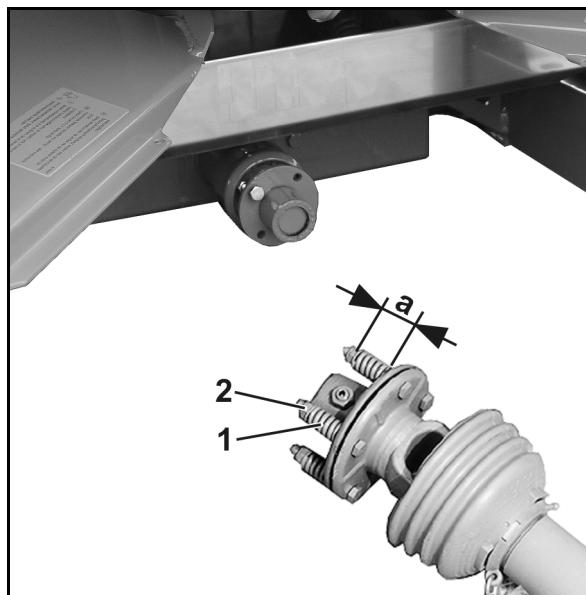

Fig. 91
2. Avlast fjærene (Fig. 91/1) ved å løsne mutterne (Fig. 91/2).